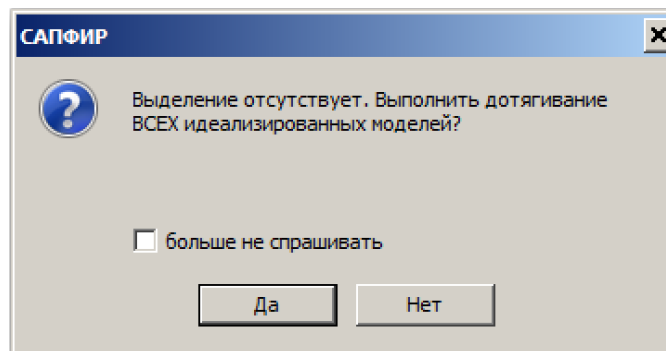

Рис.15.3. Диалоговое окно **САПФИР**
- В открывшемся диалоговом окне **САПФИР** (рис.15.3) щелкните по кнопке **Да**.